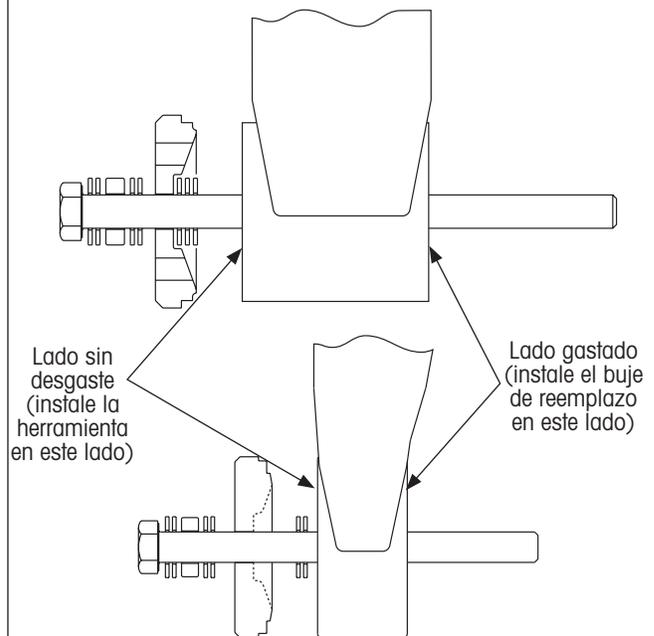

Figura 36: Instale el buje del lado gastado (reparado)
- B. Si **se detectó desgaste en el tubo del buje** en el paso 2 en la página 16, la herramienta ensamblada debe ser instalada en el lado no gastado del tubo del buje (Figura 36) para que el buje de reemplazo pueda ser instalado por el lado gastado (reparado) del tubo del buje.